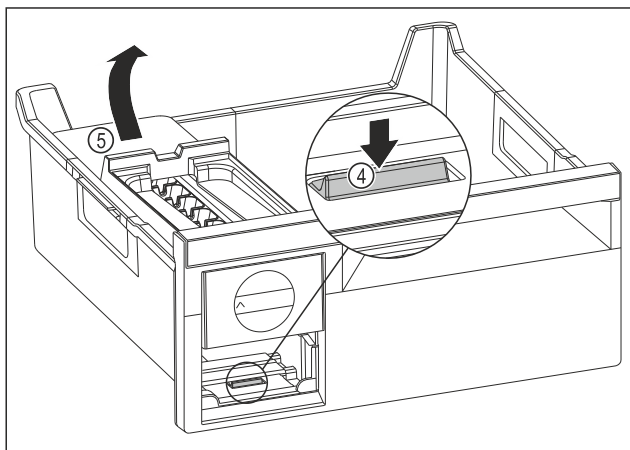

Fig. 291
- ▶ Извлеките корпус EasyTwist-Ice: Надавите пальцем вниз на накладку Fig. 291 (4) и одновременно другой рукой поднимите корпус EasyTwist-Ice Fig. 291 (5) сзади.